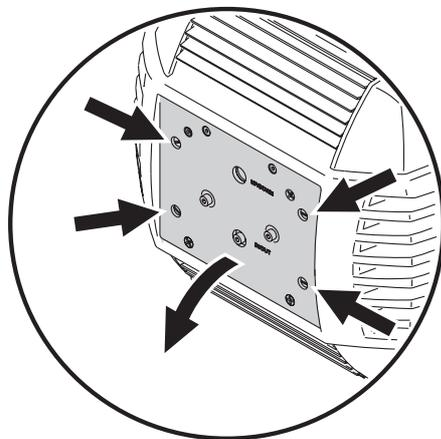

Bild 2: Zugriff auf das Leuchtmittel
2. Lösen Sie die vier mit Pfeilen gekennzeichneten Schnellverschlüsse der Abdeckung (siehe Bild 2). Ziehen Sie das Lampenmodul so weit wie möglich nach hinten heraus.